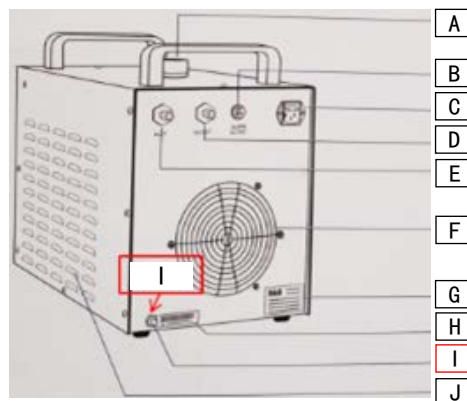

图 2
- 2) 换水周期：建议 3 个月更换一次，更换时切断电源，拧开排水口（如图 2），使机器内部水流干净，拧紧排水口后重新按要求加入水。